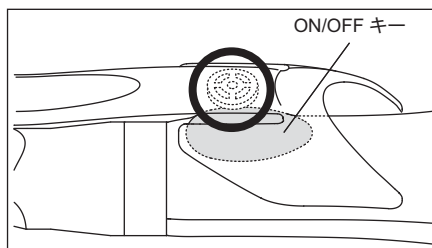

図 7
- 2) レバー内側の凸部(図7 ○部)が ON/OFF キー凸部にあたるように位置を調整します。